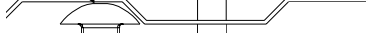

FIGURE 6
2. Installer les supports qui vont sous la plateforme à l'aide de quatre (4) boulons 5/8 po placés à la verticale dans les traverses.
7. En se servant des fentes des boulons en U comme guide, percer quatre trous de 9/16 po dans la plateforme. Ces trous doivent se trouver dans une cannelure basse de la plateforme pour limiter la partie de boulon en U dépassant au-dessus de la plateforme (voir la figure 6).